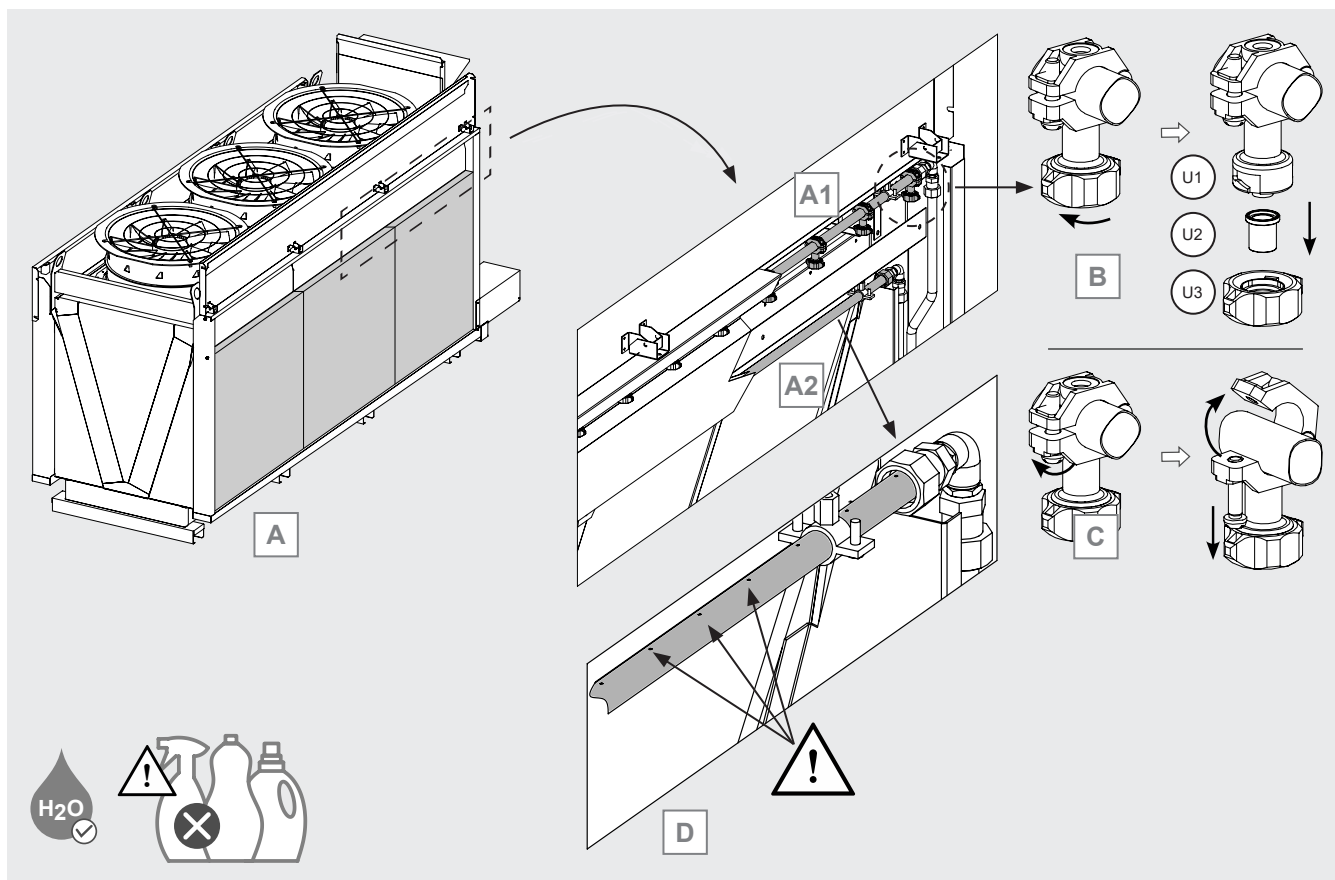

Figura 22
- 12.10.5 Localizzare le linee di distribuzione dell'acqua del sistema adiabatico. Si osservi la Figura 22 A: la linea (A1), per mezzo di una fila di ugelli, distribuisce l'acqua sul pannello esterno. La linea (A2), per mezzo di un tubo forato, distribuisce l'acqua sul pannello interno.
- 12.10.6 Si osservi la Figura 22 B. Ogni ugello della linea (A1) è costituito da n. 3 pezzi: n. 1 corpo dell'ugello (U1), n. 1 nozzle (U2) che determina il tipo di getto e la portata dell'acqua, n. 1 dado (U3) che tiene in posizione il nozzle.
- 12.10.7 Si osservi la Figura 22 B. Nel caso di ugelli intasati, è possibile sostituire il nozzle senza cambiare l'intero ugello: svitare il dado ed estrarre il nozzle. Esistono n. 3 tipi di nozzle corrispondenti a 3 diverse prestazioni: ognuno è contraddistinto da un colore, viola (lilac), nero (black) e arancio (orange). Sostituire gli ugelli con ugelli nuovi della stessa marca e colore. In caso di dubbi contattare Modine.
- 12.10.8 Si osservi la Figura 22 C. Nel caso di ugelli danneggiati, svitare la vite ed aprire l'attacco rapido. Sfilare l'ugello. Se l'ugello è danneggiato sostituirlo completamente, nozzle incluso.
12.10.10 Si osservi la Figura 22 D. Verificare che tutti i fori presenti sul tubo della linea di distribuzione (A2) siano perfettamente liberi. Rimuovere eventuali residui di calcare con un panno umido. Non utilizzare detersivi o sostanze aggressive.